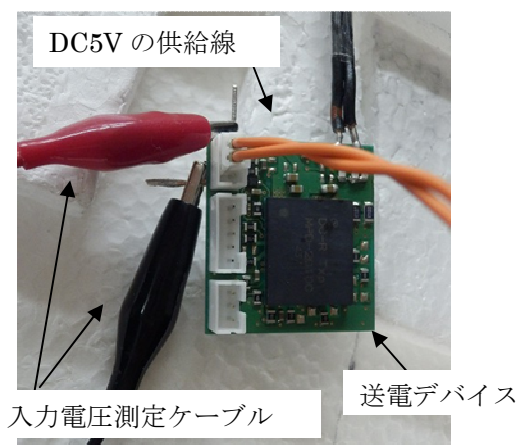
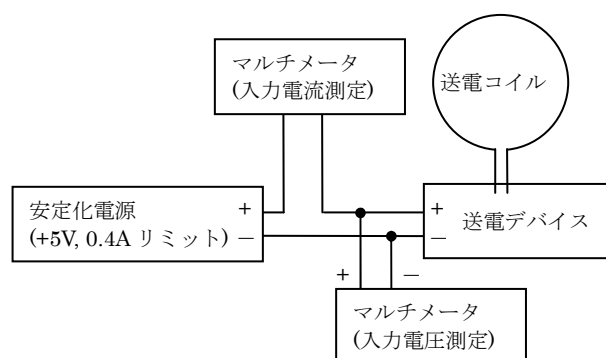
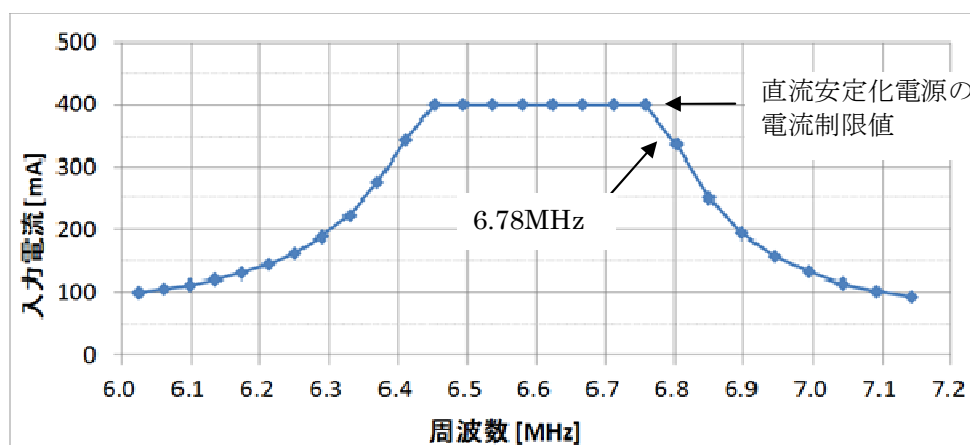
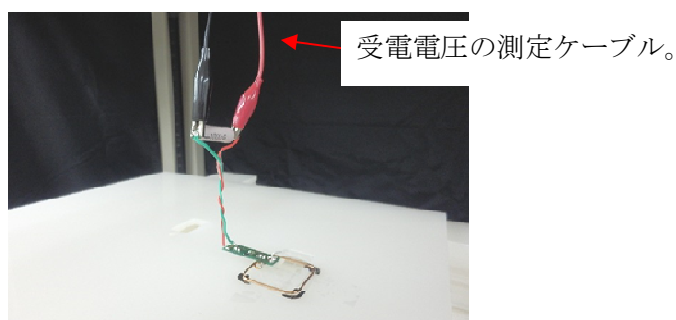

図 7. 送電デバイスへのケーブルの接続
図 8. 送電デバイスへの測定器の接続の概要
図 9. 送電デバイスの周波数特性の測定結果
図 17. 受電デバイスへのケーブル接続
- ④ 図 7 および図 8 に示すように 5V 給電線や入力電圧・入力電流の測定用のマルチメータを接続し、直流安定化電源から送電デバイスに +5V を供給する。送電デバイスの保護のため、直流安定化電源の電流は 0.4A で制限する。+5V を供給した後、パルスジェネレータから矩形波を入力する。先に矩形波を入力すると送電デバイスが故障する可能性があるため、必ず +5V を先に供給すること。矩形波の周波数を 6MHz から 7MHz まで徐々に変化させて、図 9 のような周波数に対する入力電流を測定する。
- ⑤ 図 9 の入力電流の周波数特性のグラフにおいて、6.78MHz が入力電流の立ち下がり位置で規定の電流量になるように共振キャパシタンスを調整する。共振キャパシタンスの調整時に送電デバイスの動作を停止させるときは、パルスジェネレータの出力を停止してから+5V の供給を停止させること。
- ⑥ パルスジェネレータを取り外し、③で取り外した 0Ω 抵抗を再実装する。直流安定化電源から+5V を供給し、パルスジェネレータで調整したとおりの入力電流になるか確認する。
- ④ 図 17 に示すように受電電圧の測定用プローブを受電デバイスの上面からたらしめて接続する。送電デバイスには図 7 および図 8 のように+5V 供給線と入力電圧・入力電流の測定用のマルチメータを接続する。